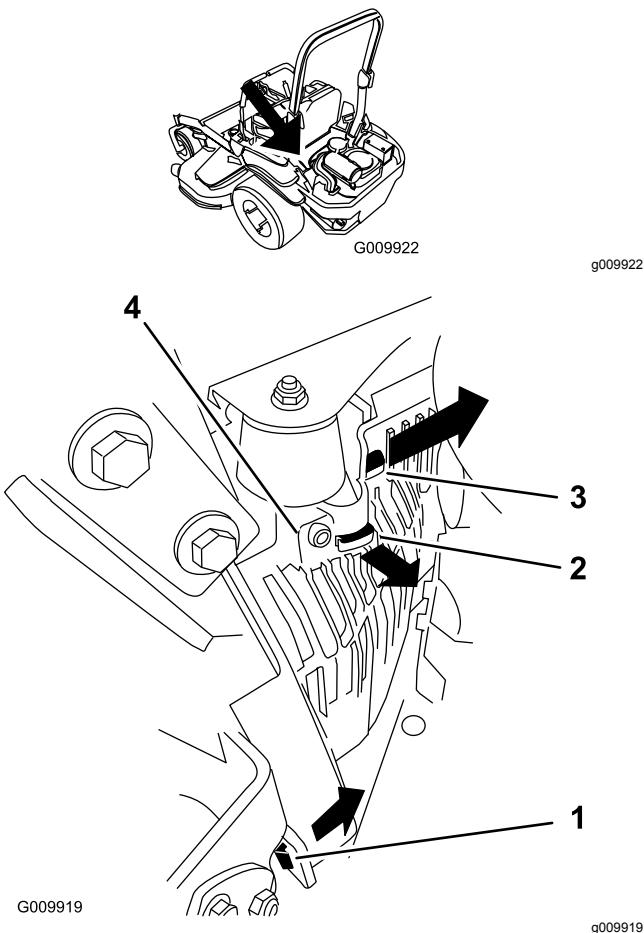

Figure 61
3. Déposez le capot de l'unité hydraulique gauche dans l'ordre indiqué à la Figure 61. Vous pourrez ensuite accéder à la bougie avant.
5. Montez le capot de l'unité hydraulique gauche (Figure 61).